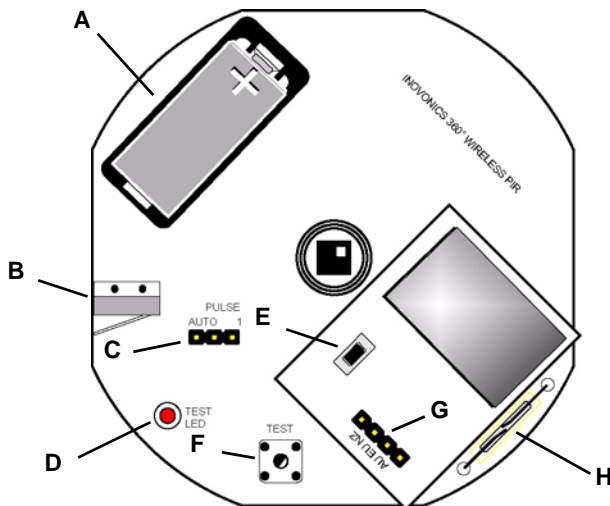

Figura 2 Componentes del ES1265
2. Instale la batería (Figura 2).
1. Sitúe un conector de selección en las clavijas de selección de banda de frecuencia apropiadas (Figura 2).
Las clavijas de selección del contador de pulsos suministran control para los entornos operativos difíciles. El recuento automático de impulsos está recomendado para conseguir un funcionamiento fiable en entornos sujetos a fluctuaciones de temperatura que pudieran provocar falsas alarmas. El modo de contador de un solo pulso es más sensible a los pequeños cambios de temperatura, y debe utilizarse en los lugares en los que la variación en las fuentes de calor no vaya a dar lugar a alarmas (ver Figura 2). Para seleccionar la sensibilidad PIR: